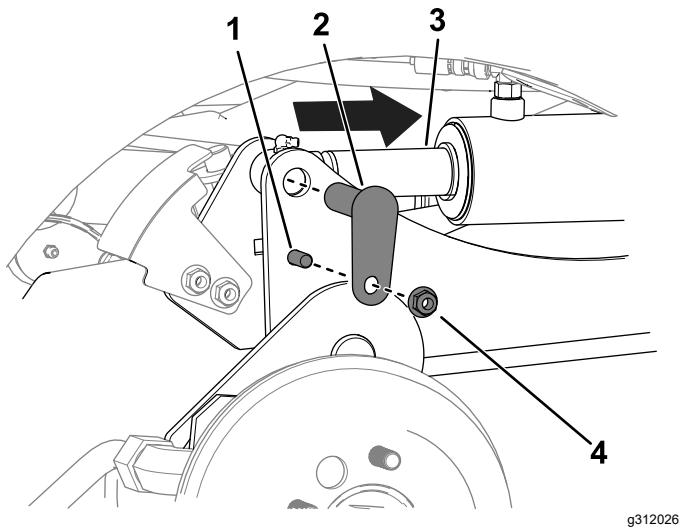

Рисунок 10
- C. Используйте пробойник, чтобы совместить отверстия в штоке цилиндра с отверстиями в подъемном рычаге (Рисунок 10).
- D. С помощью 2 болтов ( $\frac{3}{8}$  x 1 $\frac{1}{4}$  дюйма), 2 гаек ( $\frac{3}{8}$  дюйма) и 2 малых штифтов прикрепите подъемные рычаги к цилиндрам (Рисунок 10).